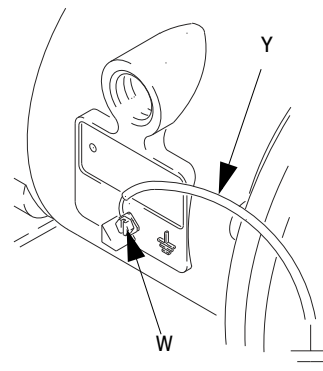

ABB. 1
- Pumpe:** Einen Erdungsleiter und eine Klammer wie in Abb. 1 gezeigt anbringen. Die Erdungsschraube (W) lockern. Ein Ende eines Erdungsleiters (Y) mit einem Minstdurchmesser von 1,5 mm² (Stärke 12) hinter die Erdungsschraube schieben und die Schraube fest anziehen. Das Klammern-Ende des Erdungsleiters mit einem guten Massepunkt verbinden. Einen Erdungsleiter mit der Artikelnummer 819.0673 bestellen.